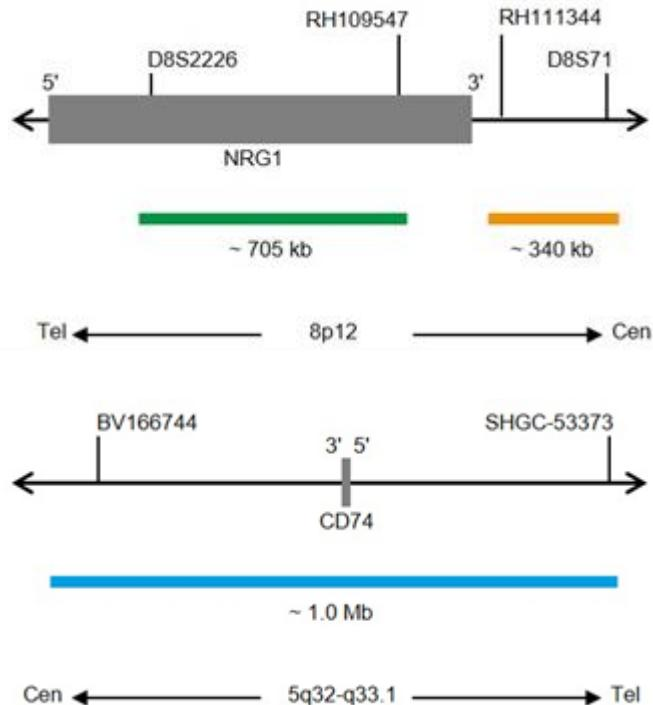

Fig. 1: Cima: SPEC NRG1 Mapa da sonda; Baixo: SPEC CD74 Mapa da sonda (sem escala)
- Polinucleótidos (~10 ng/μl) com marcação ZyGreen (excitação 503 nm/emissão 528 nm), dirigidos ao mapeamento de sequências alvo em 8p12\* (chr8:31,730,448-32,433,429) distais à região de quebra do NRG1 (ver Fig. 1).
- Polinucleótidos (~4.5 ng/μl) com marcação ZyOrange (excitação 547 nm/emissão 572 nm), dirigidos ao mapeamento de sequências alvo em 8p12\* (chr8:32,644,505-32,985,279) proximais à região de quebra do NRG1 (ver Fig. 1).
- Polinucleótidos (~37.0 ng/μl) com marcação ZyBlue (excitação 418 nm/emissão 467 nm), dirigidos ao mapeamento de sequências alvo em 5q32-q33.1\* (chr5:149,274,320-150,285,722) contendo o gene CD74 (ver Fig. 1).